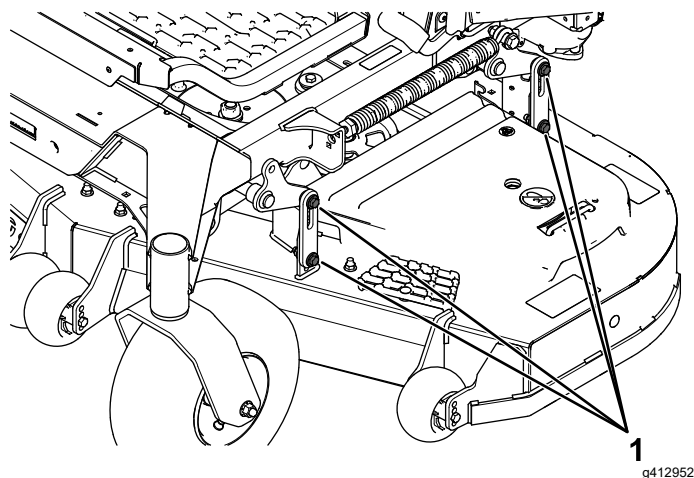

Figure 108
16. Desserrez les boulons (Figure 108) aux quatre coins de sorte que le tablier repose solidement sur les 4 cales.